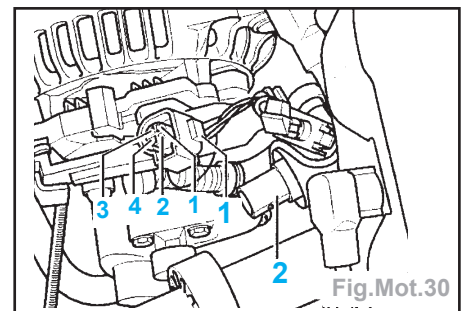

Fig.Mot.30
- Débrancher la fiche à 4 raccords (1) du transmetteur de température du liquide de refroidissement (2) (Fig.Mot.30).